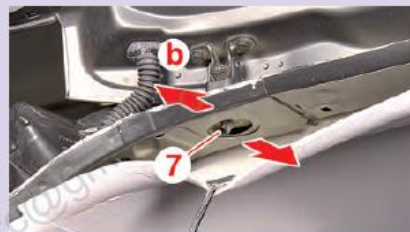

FIG.4
- Dégarnir partiellement le pavillon sur la partie arrière pour accéder à l'écrou (7) (Fig.4).
- Desserrer légèrement l'écrou (7) d'un côté, à l'aide de la clé [3], puis régler le jeu en (b) entre le hayon et le pavillon.